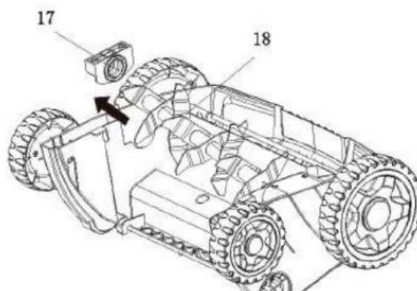

Рис. 10
2. Поднимите цилиндр (18) под углом и извлеките ведущий вал.
3. Снимите вкладыш подшипника (17) с цилиндра (18).
4. Установите вкладыш подшипника (17) на новый цилиндр (18). (см. Рис. 10)